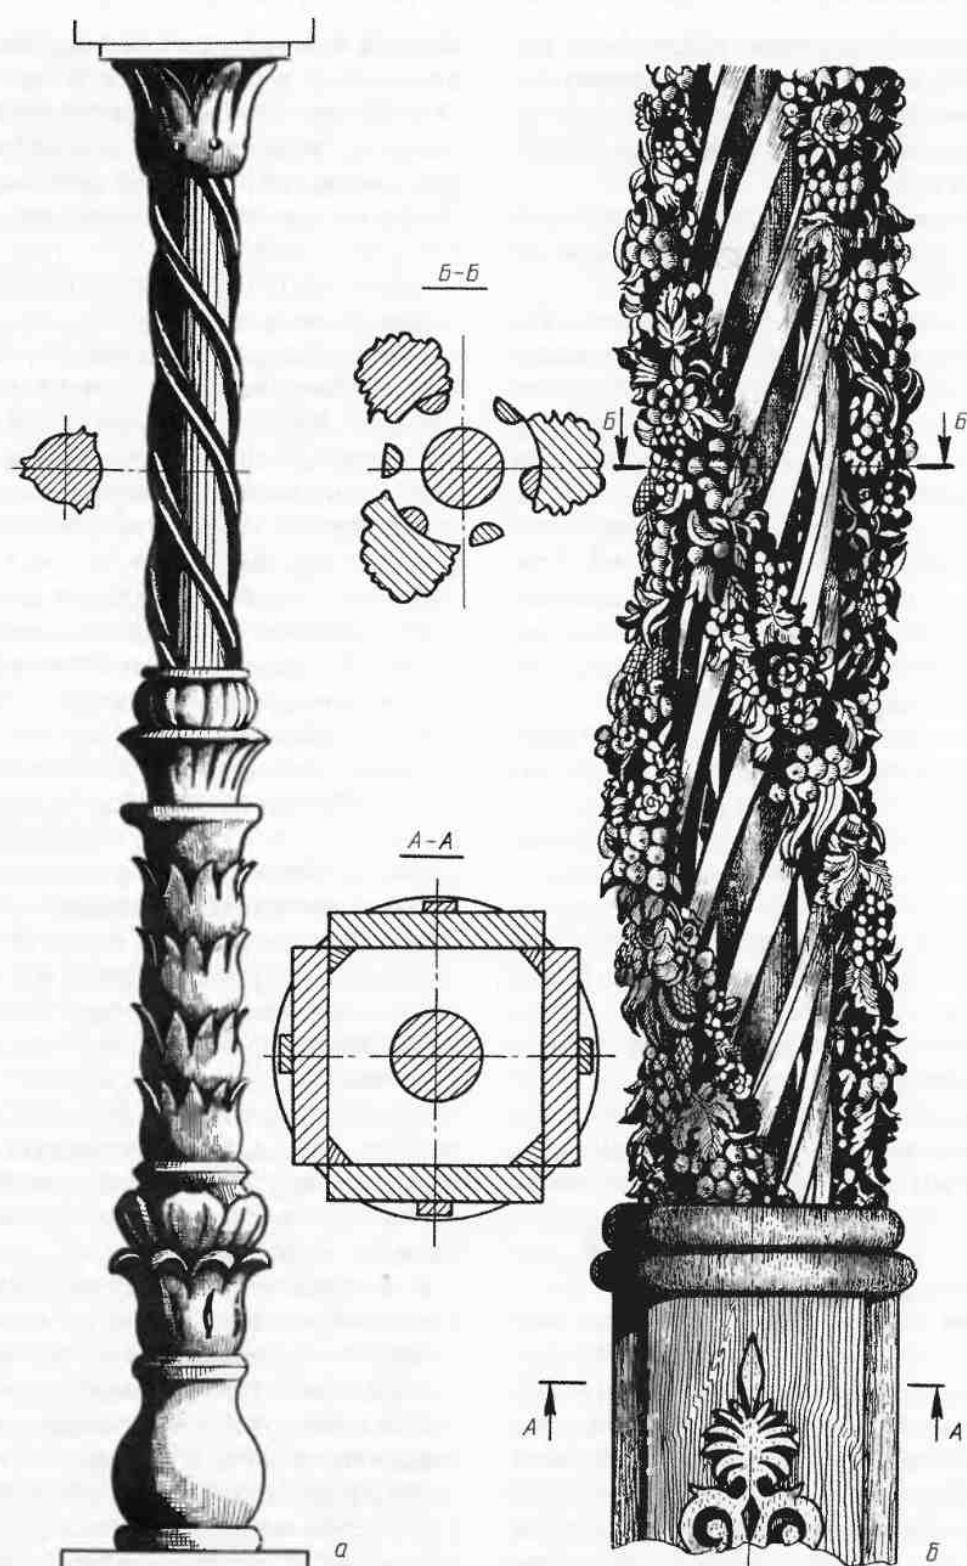

Рис. 307. Примеры резных колонн для ворот, арок, крыльца:
**Витые колонны.** В качестве примеров резных колонн к аркам порекомендуем колонны, изображенные на рис. 307.
Левая колонна (рис. 307, а) может быть выполнена как цельнорезная из сухого, выдержанного ствола дерева, так и составная из отдельных частей, особенно, если есть опасность растрескивания древесины после высыхания и придется применять технологию с высверливанием в заготовке канала (об этом мы говорили выше). При крупной составной колонне лучше соединять ее части шипами или сплошным цилиндрическим стержнем (столбиком); при небольшом диаметре канала удобнее стянуть их трубой с гайками и большими шайбами на концах. Техника и характер резьбы колонны понятны из рисунка. Ее декоративность строится на разнообразии резных элементов и четкости их при исполнении. Построение винтовой линии объясняется в соответствующем разделе.
Правая колонна (рис. 307, б) более сложна, но и более нарядна. Хотя сложность заключается только лишь в увеличении времени работы.
Полуколонну подобной формы (см. рис. 307, б и 308) заманчиво применить и для декора стены. Как мы увидим дальше, выбор варианта зависит не только от внешнего вида, но и от приемлемой техники исполнения.
любому мастеру. В связи с этим заметим, что для выполнения колонны большого диаметра, как на рис. 307, б, можно выполнять составные части винтовых полос (между гирляндами) и из любого подсобного материала, так как они будут изогнуты незначительно. Но это возможно только при отсутствии ствола или кряжа для изготовления хотя бы части короба, так как напилить по винтовым линиям полосы из короба значительно проще, чем обтесать их, подгоняя по шаблону.